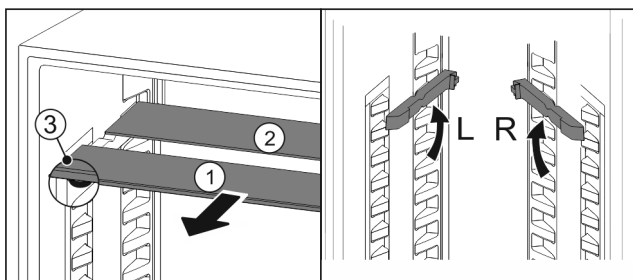

Fig. 110
- ▶ Vytiahnite sklené dosky jednotlivo dopredu Fig. 110 (1).
- ▷ Sklená doska Fig. 110 (1) s ozdobnou lištou leží vpredu.
- ▷ Zarážky Fig. 110 (3) ukazujú nadol.